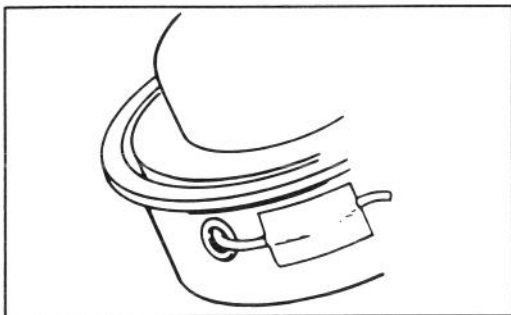

Figure 5
1. Pour éviter l'emmêlement du fil durant l'envoi le bout du fil mono-filament a été fixé avec un ruban gommé sur l'assemblage de la tête. Il suffit d'enlever le ruban avant l'utilisation (Fig. 5).